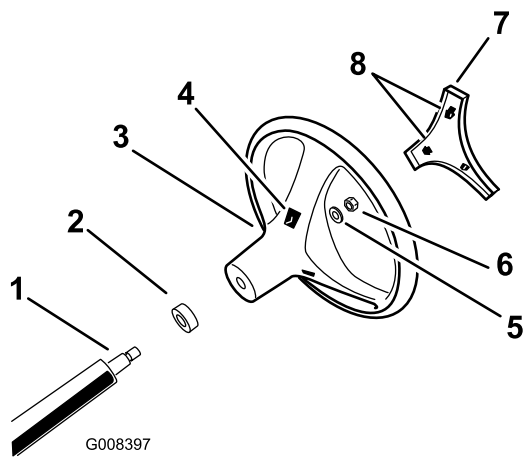

Figura 3
5. Fije el volante a la columna con la tuerca (Figura 3).